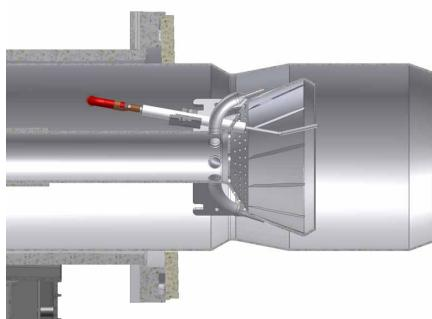
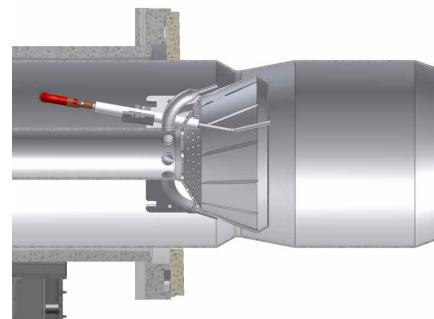

Fig. 35 - Posición "toda hacia adelante"
Fig. 36 - Posición "toda hacia atrás"
El quemador se regula en la fábrica con la cabeza de en posición de máxima potencia "MAX". La calibración de máxima potencia corresponde a la posición "toda hacia adelante" (Fig. 35) de la cabeza de combustión para los quemadores de tipo estándar y, en posición "toda hacia atrás" (Fig. 36) para los quemadores de baja emisión de NOx (Fig. 36). La posición "toda hacia adelante" de la cabeza se considera hacia el interior de la caldera, y la posición "toda hacia atrás" se considera hacia el operador. Para quitar la cabeza de combustión consultar el capítulo "Desmontaje y limpieza de la cabeza de combustión" a pagina 44. En lo que se refiere al funcionamiento con potencia reducida, desplazar progresivamente la cabeza de combustión hacia la posición "MIN" y girando el tornillo VRT (Fig. 60) en sentido horario. El índice ID indica el desplazamiento de la cabeza de combustión.
- 2 poner en marcha el quemador poniendo en ON el interruptor principal **A** del quemador (Fig. 36): en caso de bloqueo (indicado dal LED **B** del cuadro de control) presionar el botón RESET (**C**) puesto en el quadro del quemador (ver Fig. 36).
- 2 poner en marcha el quemador poniendo en ON el interruptor principal **A** del quemador (Fig. 36): en caso de bloqueo (indicado dal LED **B** del cuadro de control) presionar el botón **RESET** (**C**) puesto en el quadro del quemador (ver Fig. 36).